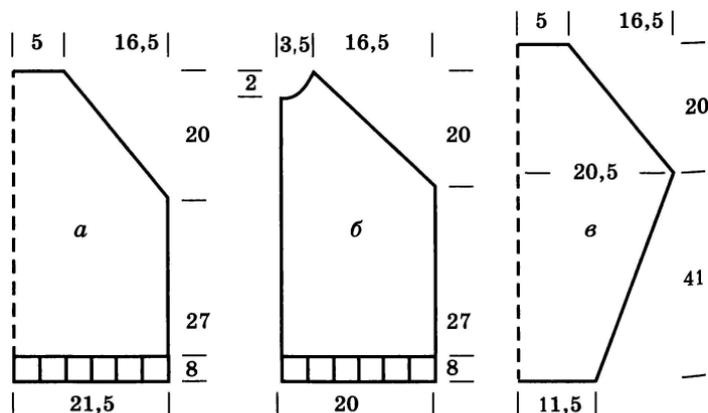

Рис. 79. Выкройки деталей кофты: а – 1/2 спинки; б – полочка; в – 1/2 рукава
**Примерный расчет (рис. 79):**